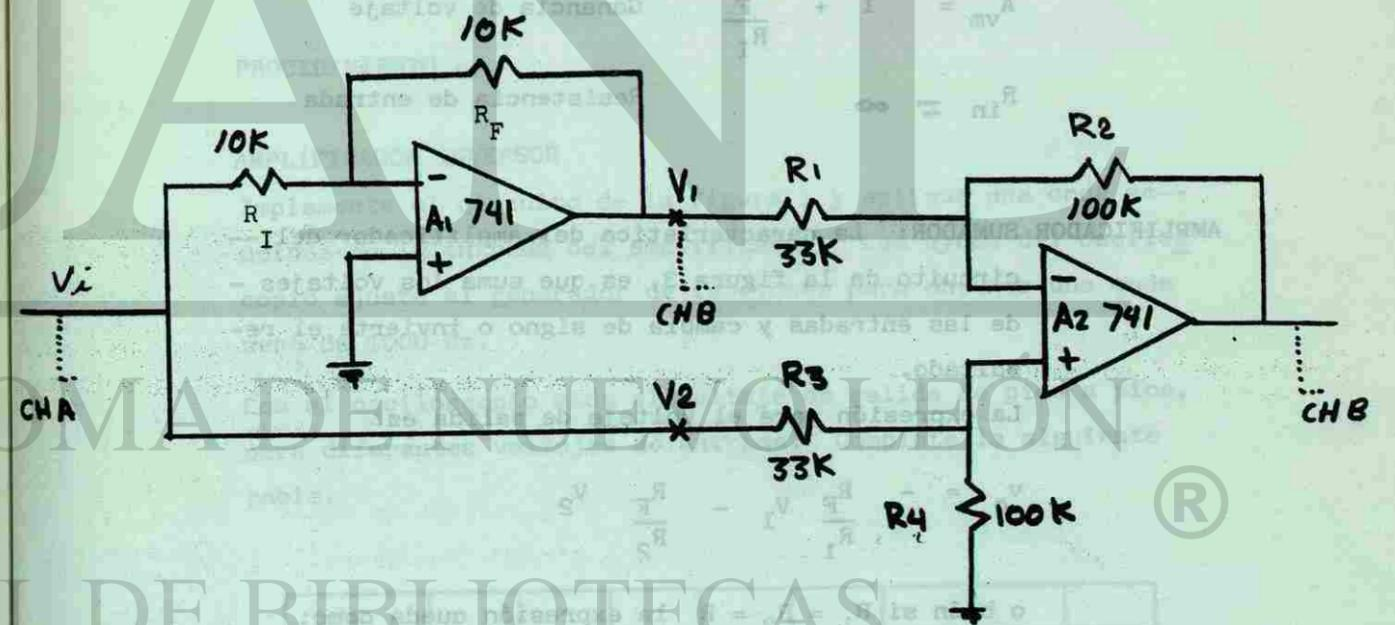

FIGURA 4. AMPLIFICADOR DIFERENCIAL
**AMPLIFICADOR DIFERENCIAL:** El circuito formado por los elementos  $R_1, R_2, R_3, R_4$  y  $A_2$  de la figura 4, constituye a un amplificador diferencial básico. La expresión para el voltaje de salida es:
El circuito inversor  $A_1$  que acompaña al amplificador diferencial de la figura 4, solo es con el propósito de demostración. Como se puede observar en la expresión del voltaje de salida,  $v_o$  es proporcional a la diferencia de los voltajes de entrada  $V_1$  y  $V_2$ .
Implemente el circuito de la figura 4. Aplique energía a la base experimental.